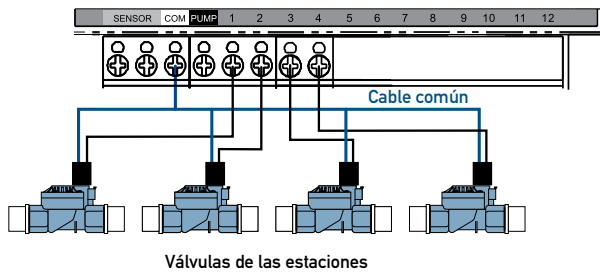

Figura 14: conexión del cable del aspersor
- Conecte cada cable del aspersor (excluyendo el cable «común») a un terminal de estación diferente (numerada encima del tornillo de cada terminal) insertando completamente el cable al descubierto en el orificio debajo del tornillo de cada terminal. [Ver la Figura 14]